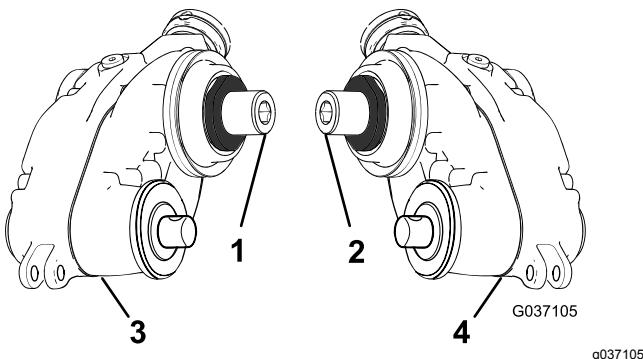

Figura 8
1. Identifique las cajas de transmisión de groomer derecha e izquierda; consulte la Figura 8.